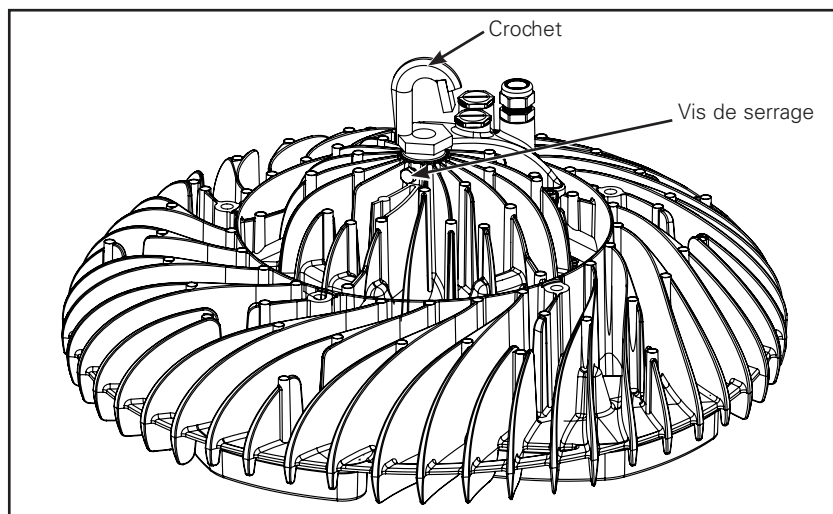

Figure 4.
1. Visser le conduit NPT de 19 mm (3/4 po) au luminaire jusqu'à ce qu'il soit serré (Figure 4).